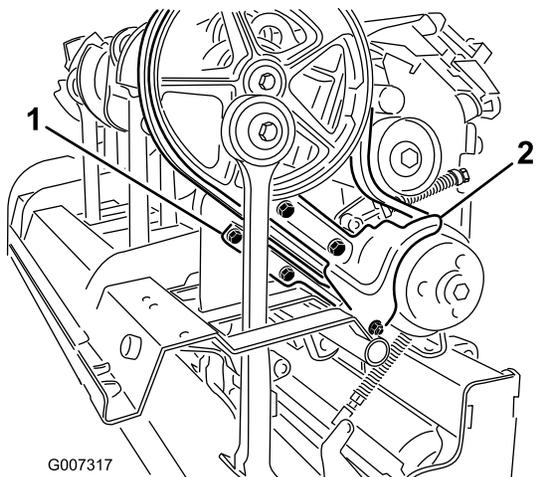

Bild 32
3. Nehmen Sie die Befestigungsteile ab, mit denen die Schutzblech und das untere Riemenschutzblech befestigt sind (Bild 32). Nehmen Sie das Schutzblech und das untere Riemenschutzblech ab.